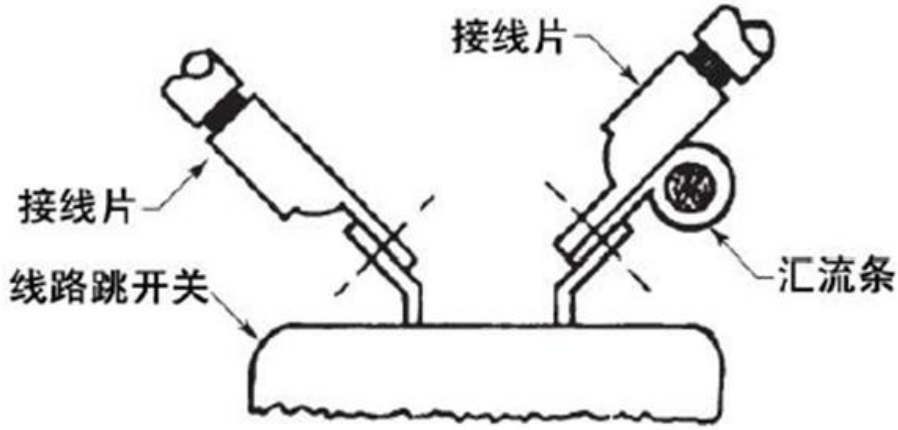

图 1
| <p>2. 更换 CB001 跳开关</p> <p>(1) 拆装前准备断开标准线路实训平台 PANEL LIGHT 电门电源，并挂上红色警告牌。拔出 CB001 的跳开关，安装线路跳开关卡环，挂上红色警告牌。正确佩戴防静电腕带并可靠接地。</p> <p>(2) 跳开关拆除选择合适的工具拆除跳开关接线片螺栓，对拆卸的接线片进行包扎保护并做标记。选择合适的工具拆除跳开关固定螺帽，从设备架背面取出跳开关。</p> <p>(3) 跳开关安装选择合适的工具安装跳开关到设备架面板，定位垫片的凸点应放入面板定位孔中。拆除接线片保护，根据标记或线号正确安装接线片。（安装构型参考图 1）将接线片安装螺栓磅紧至 14-15lb/in 力矩。（至少两次）实际安装力矩值：_____ 工具号_____移除红色警告牌和跳开关卡环，闭合恢复跳开关。注意：选择正确的工具拆卸接线片螺栓，对拆下的紧固件妥善放置，适当的做好标记；施工过程中确保跳开关接线片弯曲角度符合要求，禁止多次弯曲接线片角度。</p> |                               |